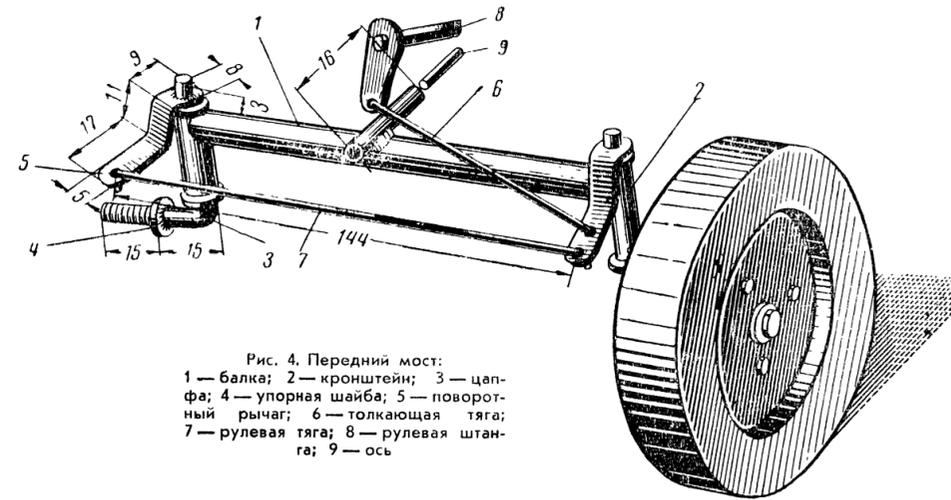

Рис. 4. Передний мост: 1—балка; 2—кронштейн; 3—цапфа; 4—упорная шайба; 5—поворотный рычаг; 6—толкающая тяга; 7—рулевая тяга; 8—рулевая штанга; 9—ось
**Передний мост модели** (рис. 4) трубчатой конструкции, как у настоящего шасси. Мост состоит из горизонтальной балки и двух кронштейнов, расположенных немного под углом. Трубки можно взять медные или железные диаметром 8 мм. Балку длиной 124 мм спилите на концах напильником наискос на один миллиметр. К этим скосам припаяйте кронштейны длиной 23 мм. Припаявать удобно на ровной дощечке. Положите на нее балку и кронштейны, вбейте вплотную к трубкам несколько гвоздей в шахматном порядке и немного их согните. На таком приспособлении зажатые между гвоздями детали никуда не сдвинутся. Проверьте, чтобы верхние концы
Поворотные цапфы согните в тисках из прутка 5 мм. Обе цапфы должны быть совершенно одинаковыми. Этого можно достичь при помощи шаблона. Разметьте на фанере по транспортиру угол, равный 98°, и выпилите треугольник. Тупой угол его слегка закруглите. Сгибая пруток, вынимайте его время от времени из тисков и прикладывайте к шаблону. Между прутком и шаблоном не должно быть просвета. На участке 15 мм, как показано на рис. 4, нарежьте резьбу для крепления колеса и припаяйте упорную шайбу. Вторая шайба напаяется выше изгиба прутка. На эту шайбу будет опираться кронштейн.